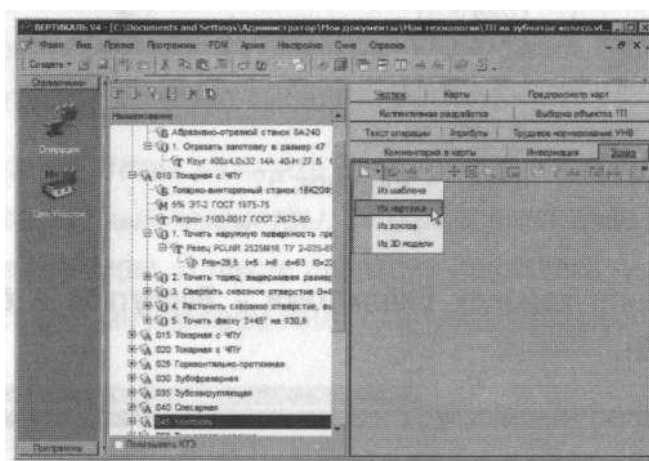

Рисунок 55
10. Нажмите кнопку  **Создать эскиз** и выберите из открывшегося списка **Из чертежа** (рис. 55).